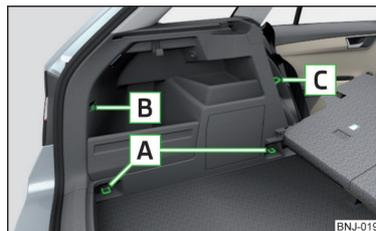

Fig. 94
## Vista general de los elementos de sujeción » fig. 94
- La argolla de amarre **A** no pueden utilizarse para la fijación de redes, cuando el suelo de carga variable se encuentra en la posición superior » fig. 94 de la pág. 88 » pág. 941).
El bolso » fig. 97 se puede fijar en los elementos de fijación **A**, **B** y **C** » fig. 94 de la pág. 88.